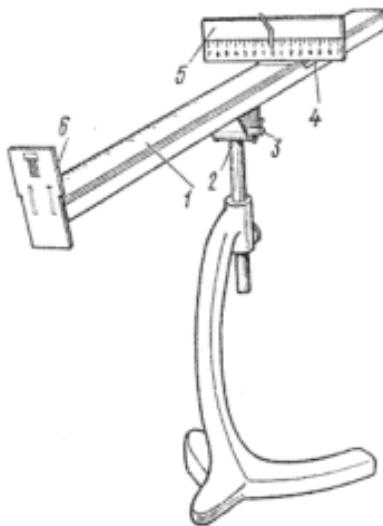

Рис.2
Получить дифракционный спектр можно, используя прибор для определения длины световой волны (рис.2). Прибор состоит из бруска 1 со шкалой. Внизу бруска укреплен стержень 2.
- Соберите установку, изображенную на рис.2.